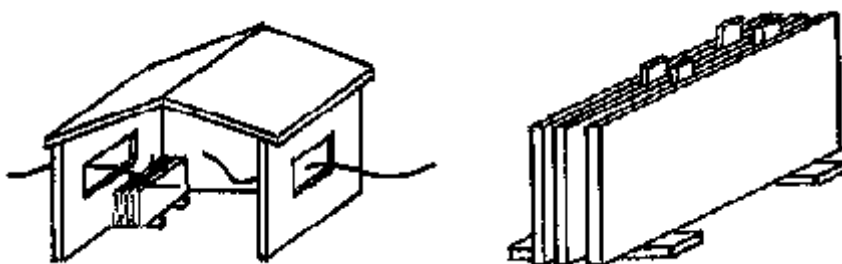

Figura 8 – Armazenamento correto na obra.
3.4 Armazene em local seco, coberto e ventilado, sobre um estrado de madeira nivelado. As portas deverão estar apoiadas sobre o lado de maior comprimento (figura 8).